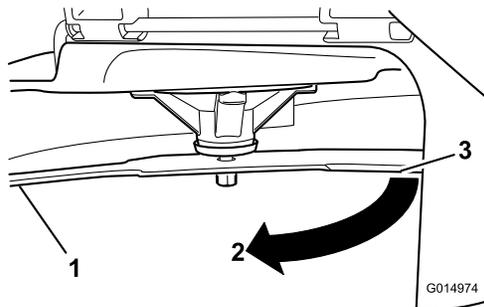

Figura 74
3. Segunda distancia medida entre cuchilla y superficie (B)
4. Gire la misma cuchilla 180 grados de manera que el otro extremo esté en la misma posición (Figura 74).